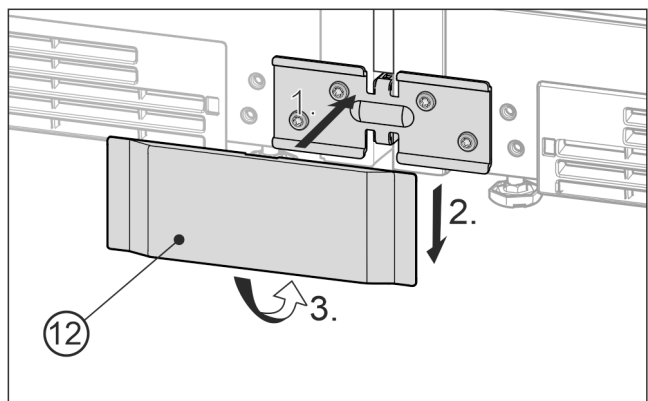

Fig. 24 Beispielhafte Darstellung
- ▶ Die untere Abdeckung *Fig. 24 (12)* von vorne auf den Winkel aufsetzen *Fig. 24 (1)*, runterschieben *Fig. 24 (2)* und unten einrasten *Fig. 24 (3)*.